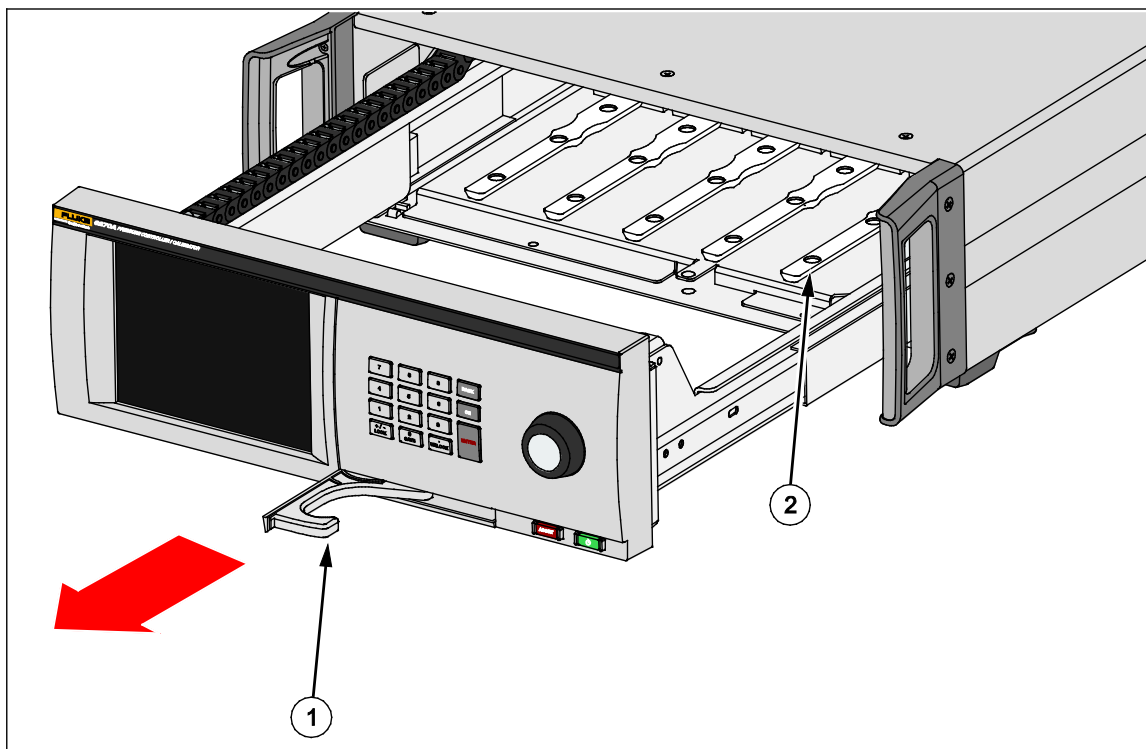

Figure 2. Baie des modules
Pour accéder à la baie des modules, reportez-vous à la figure 2 :
5. Un logement se trouve au bas du PMM, qui rentre dans la piste située au bas du boîtier intérieur du produit, voir la figure 2 (②). Alignez la piste avec le logement et faites glisser le PMM dans le boîtier inférieur jusqu'à ce qu'il s'arrête. Voir la figure 3.